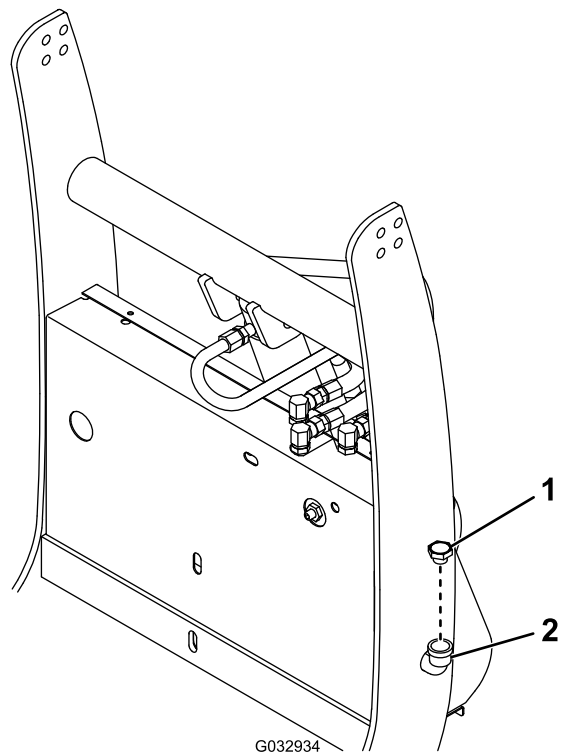

Figura 14
3. Retire el tapón de llenado del depósito hidráulico (Figura 14).